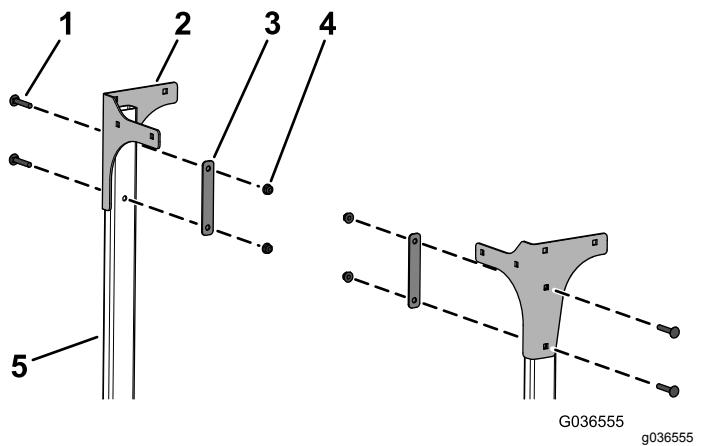

Bild 8
7. Befestigen Sie die hinteren Platten an der linken und rechten Seite lose mit vier Schlossschrauben (5/16" x 1 3/4"), zwei Stützplatten und vier Bundmuttern (5/16") an den Rohren, wie in Bild 8 abgebildet.